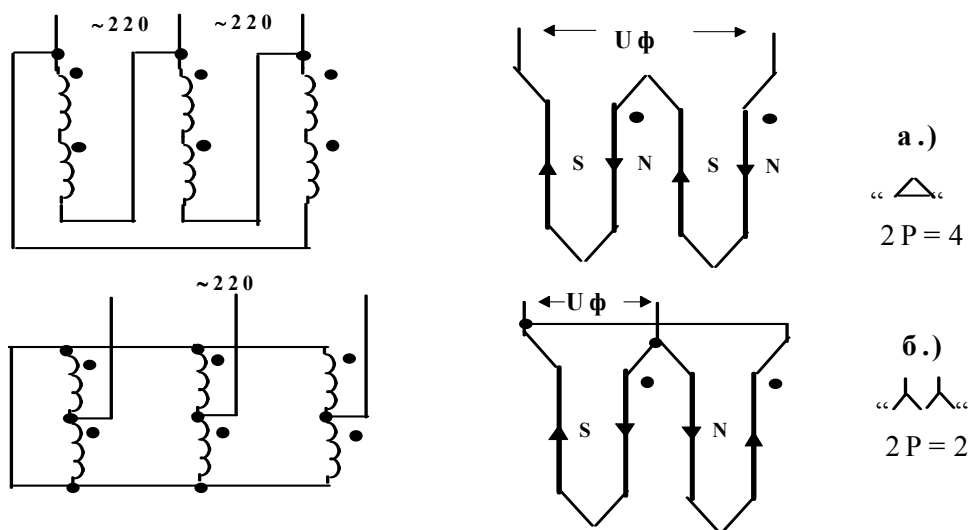

Рис. 6.2. Схеми вмикання обмоток двигуна
Частота обертання вала асинхронного двигуна залежить від складових, головна з яких зворотно пропорційна кількості пар полюсів. Тому, змінюючи кількість пар полюсів, одержують різні частоти обертання вала двигуна. Розповсюдження є засіб зміни схеми вмикання обмоток статора із зміною напрямку струмів у фазних напівобмотках, що змінює кількість пар полюсів у два рази. На рис. 6.2. показано, що такими схемами можуть бути трикутник (рис. 6.2-а) або подвійна зірка (рис. 6.2-б). Перехід від однієї схеми до іншої змінює напрямок струму у напівобмотках фаз із узгодженого на протилежний. Сусідні фазні напівобмотки з однаковим напрямком струму не утворюють полюсів і їх кількість зменшується.
- Схема зміни кількості пар полюсів (рис. 6.2).